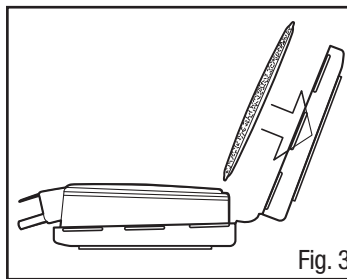
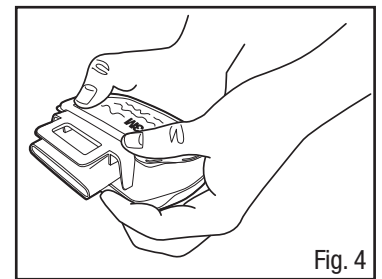

Fig. 3
Fig. 4
3. Orienter un filtre dans l'autre moitié du dispositif de retenue de filtre de manière que la forme du filtre s'aligne avec la forme du dispositif de retenue de filtre et que le côté imprimé du filtre soit orienté vers le bas (Fig. 3). Enrouler l'extrémité opposée du dispositif de retenue autour de la cartouche et la fixer en appuyant sur les quatre coins du dispositif de retenue de filtre (Fig. 4).